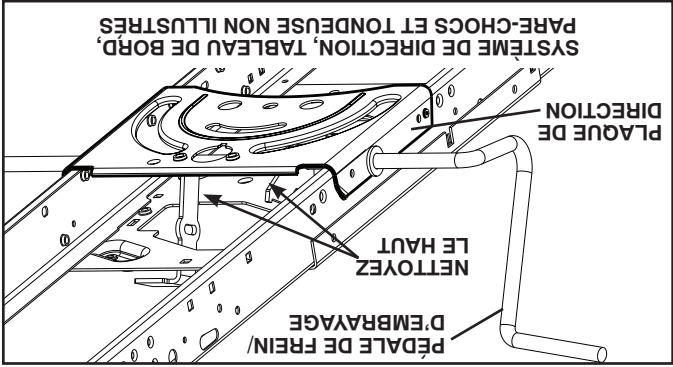

Fig. 20
- Nettoyez toute trace de débris sur la plaque de direction. Les débris peuvent empêcher le mouvement de l'arbre de la pédale de frein/embrayage, provoquant le glissement de la courroie avec perte d'entraînement. Voir Fig. 20.